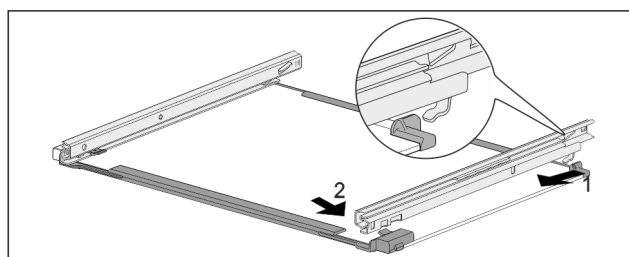

Fig. 234 Стеклянная пластина с направляющими
- ▶ Зацепите направляющую сзади. Fig. 234 (1)
- ▶ Защелкните направляющую спереди. Fig. 234 (2)